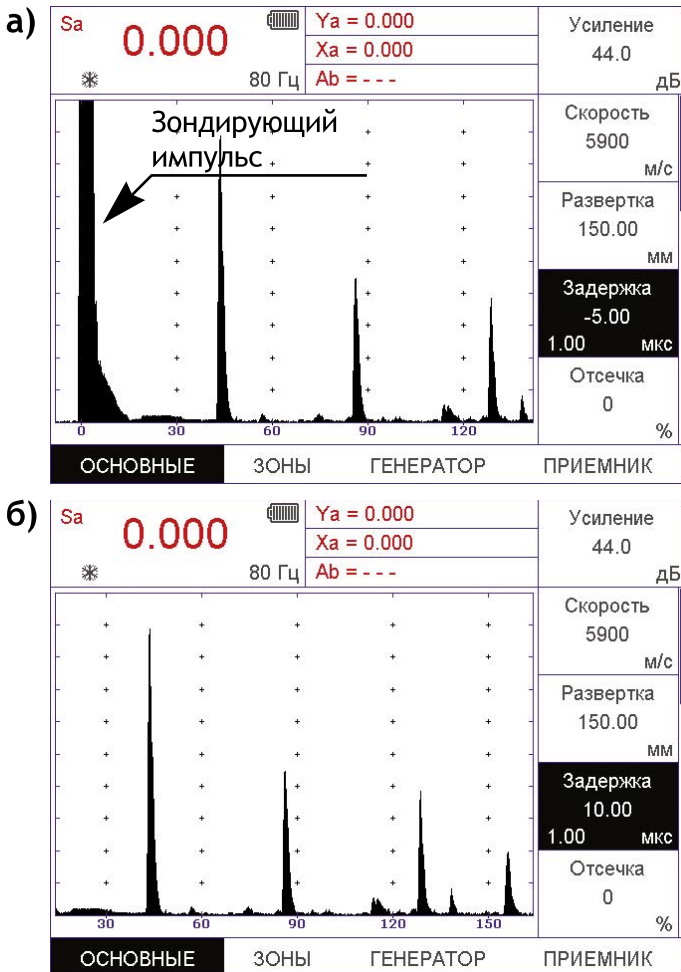
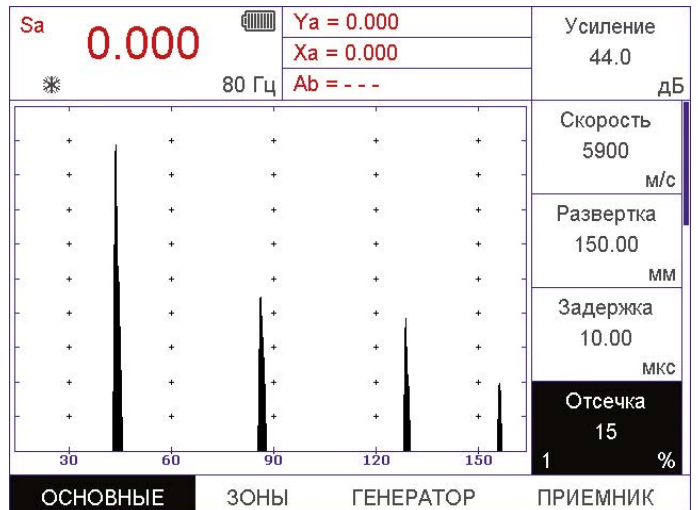

Рис. 2-16 Регулировка задержки развертки
Рис. 2-17 Эффект применения отсечки сигнала
**Важно:** Для отдельных задач бывает нужно наблюдать на экране и измерять собственный зондирующий импульс. Для этого в приборе предусмотрена возможность ввода отрицательной задержки экрана, до 5 мкс до начала запуска зондирующего импульса (рис. 2-16а)
На рис.2-17 представлен тот же сигнал, что и на рис. 2-16б, но с применением уровня отсечки 15%.